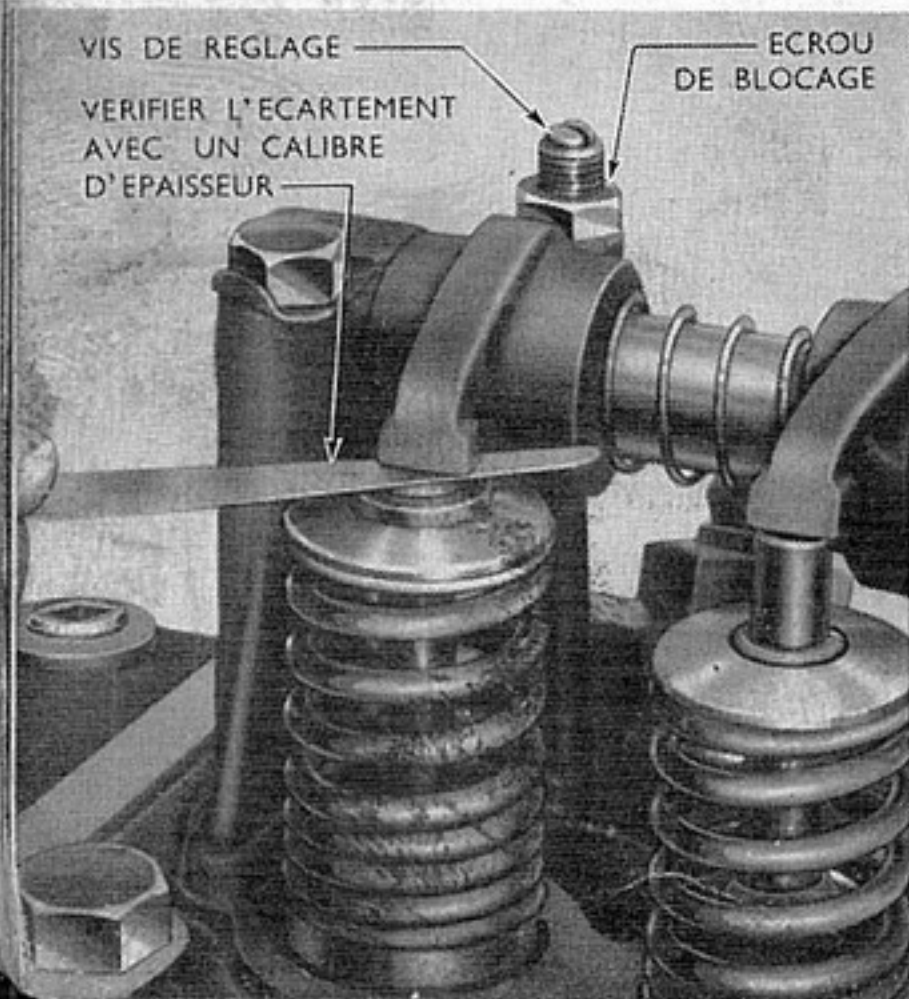

Fig. 20 Réglage du jeu des Soupapes
4. Tourner le moteur jusqu'à ce que la soupape No 1 (numérotation faite en partant de l'extrémité avant du moteur) soit complètement fermée et vérifier le jeu entre le pied de la soupape et le culbuteur correspondant au moyen d'un calibre d'épaisseur (voir Fig. 20). Régler les soupapes d'admission avec un jeu de 0,38 mm. et les soupapes d'échappement avec un jeu de 0,304 mm. Si le jeu n'est pas correct, desserrer l'écrou de blocage de la vis de réglage et tourner cette dernière vis vers la gauche pour augmenter le jeu et vers la droite pour le diminuer. Serrer à fond l'écrou de blocage après que le réglage a été fait.